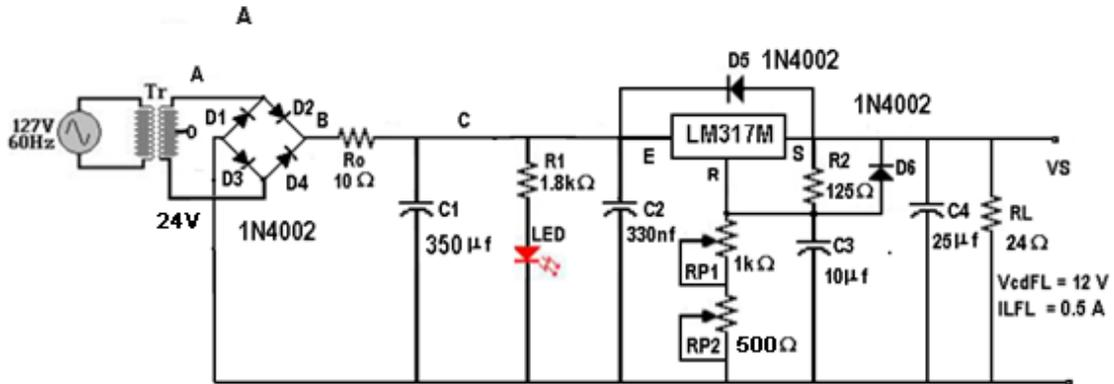

Figura 9.3
2. El alumno hará el análisis teórico de la figura 9.3 *éste deberá ser entregado al profesor del laboratorio al inicio del mismo.*
8. Arme el circuito de la fuente regulada variable Figura 9.3.
2. Calcule la corriente que deben resistir los diodos del puente rectificador. Figura 9.3.